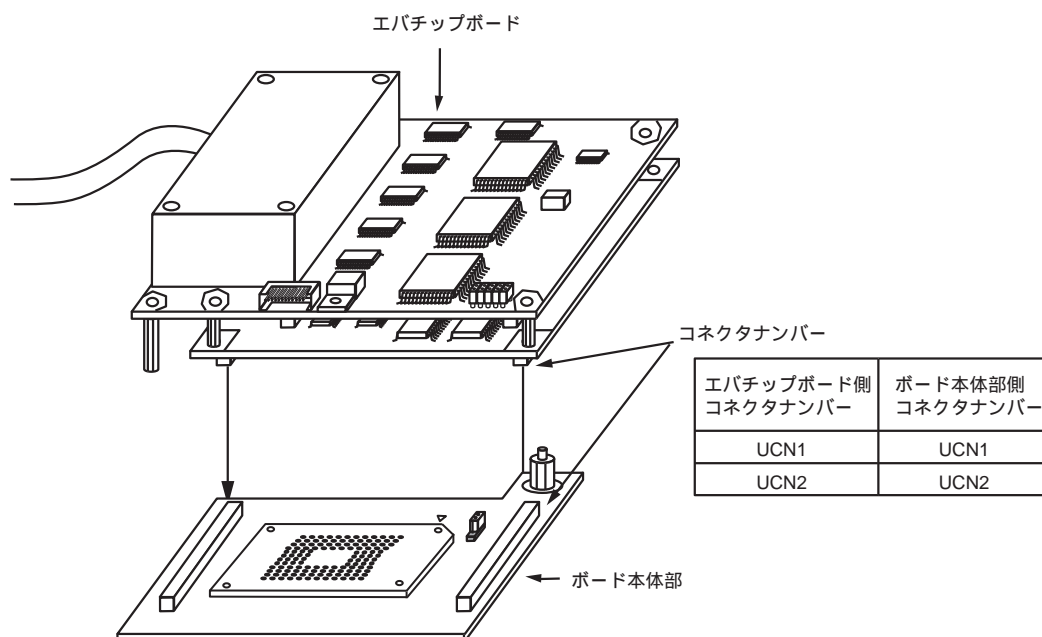

図4 エバチップボードへの接続
- (3) ICソケットの位置合わせガイドピンを、ユーザシステムのガイド用部品穴に合わせて搭載します。基板のパッドとICソケットが正しく位置合わせされていることを確認してください。
- (4) ICソケットの実装
- (a) ICソケットの外形寸法は実際のICパッケージより大きいので、他の部品の実装範囲については図4を参照してください。
- (1) ユーザシステムおよびエミュレータの電源が切れていることを確認してください。
- (2) ボード本体部とエバチップボードのコネクタをコネクタナンバーに合わせて接続します(図4参照)。
- (3) エバチップボードに実装しているスペーサをユーザシステムの状態に合わせて、高さを調整してください。